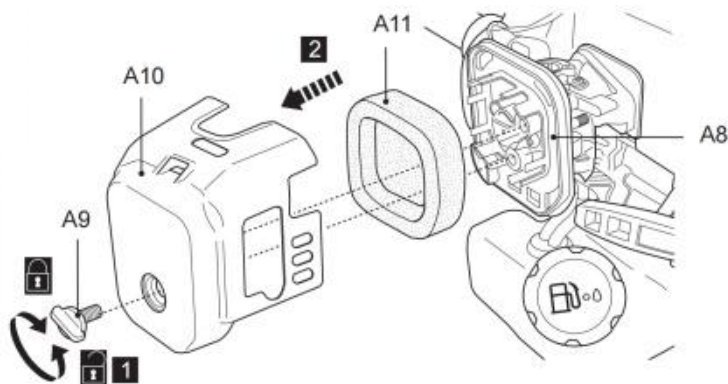

Fig. 77
1. Ispezionare regolarmente il filtro dell'aria. Sostituirlo con uno nuovo se necessario (Fig. 77).